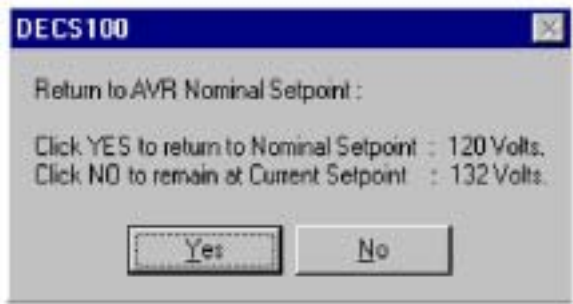

图 5-13. AVR 给定值对话框
Voltage Step Response-Current Setpoint (电压阶跃响应-电流给定值)。DECS-100当前激活模式的给定值（可用上文所提到的各种方法调整）在这个区域显示。单击“AVR Setpoint (V) (Nominal)”区域旁边的按钮，可使 AVR 给定值返回到额定设定值。如果没有把 AVR 给定值改变到额定值而去察看其它的标签或界面，则会出现如图 5-13 所示的对话框。单击 Yes，AVR 给定值即返回到额定值，单击 No，AVR 给定值则保持在当前的值。
则会出现如图 5-13 所示的对话框。单击 Yes ,FCR 给定值即返回到额定值 ,单击 No , FCR 给定值则保持在当前的值。